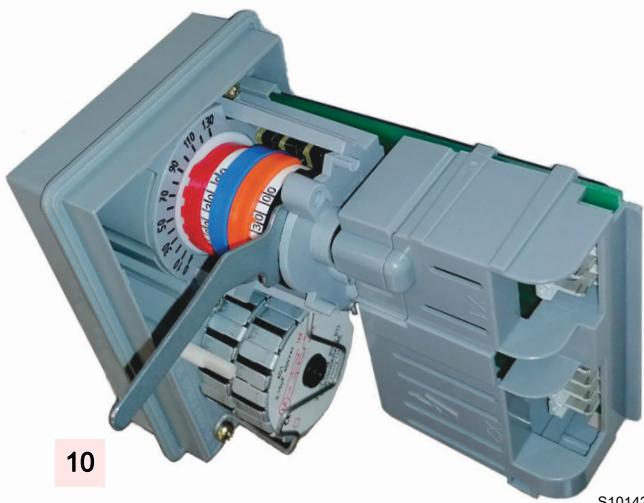

图 32
- 对凸轮 IV 做任何必要的调节时，应使用放置在伺服马达内的专用钥匙 10 (图 32)。
- 10 用于调节凸轮 IV 的扳手 (图 32)